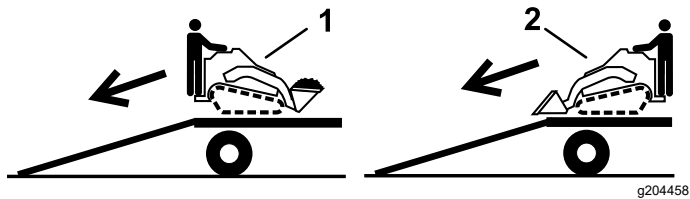

Figure 30
2. Descendez la machine de la remorque en gardant le côté le plus lourd en haut de la rampe et en maintenant la charge en bas (Figure 30).